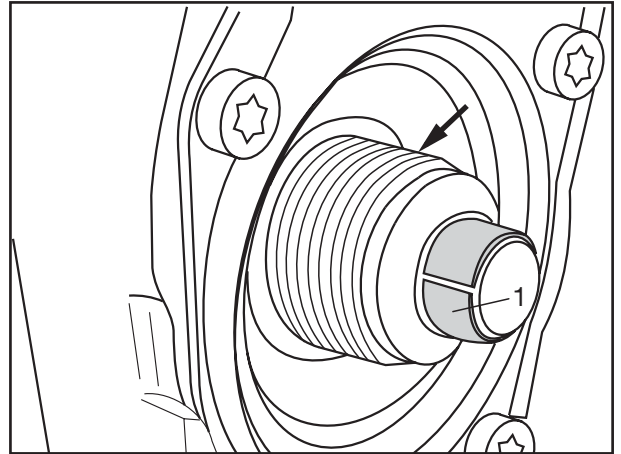

Fig. 10
[16] Vor dem Einbau der Druckstücke mit Faltenbalg, Gewinde der Gewinderohre mit **Renolit HLT2** einstreichen (Fig. 10/Pfeil).
[18] Neue Lagerbuchse (Fig. 10/1) auf den Ansatz des Gewinderohres montieren.
- [16] Before installing the thrust pieces with bellow, rub **Renolit HLT2** into the threads (Fig. 10/ arrow).
- [18] Fit the new bearing bush (Fig. 10/1) onto the start of the threaded tube.
- use the tool without the middle extension (2), if the brake caliper is fitted.
- [16] Avant le montage des pièces de pression avec soufflet, enduire le filet des axes de maintien de **Renolit HLT2** (Fig. 10/Flèche).
- [18] Monter un coussinet de palier neuf (Fig. 10/1) sur l'extrémité de l'axe de maintien.
- étrier de frein monté, utiliser l'outil sans rallonge intermédiaire (2).